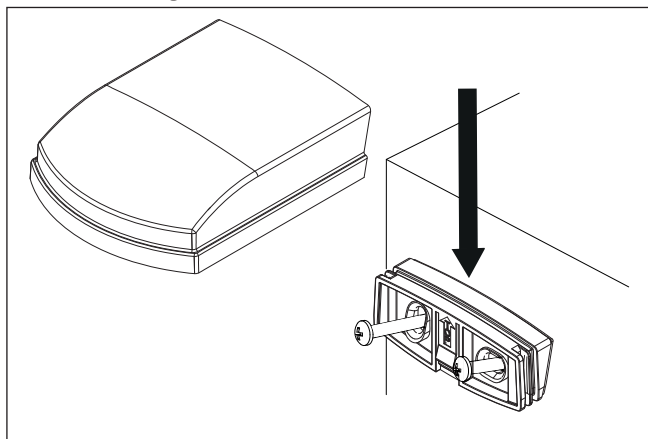

Abb. 3 Wandmontage
- Befestigen Sie den WMS Photosensor mit den beiliegenden Schrauben und Dübeln wie abgebildet auf einem geeigneten Untergrund (Abb. 3).